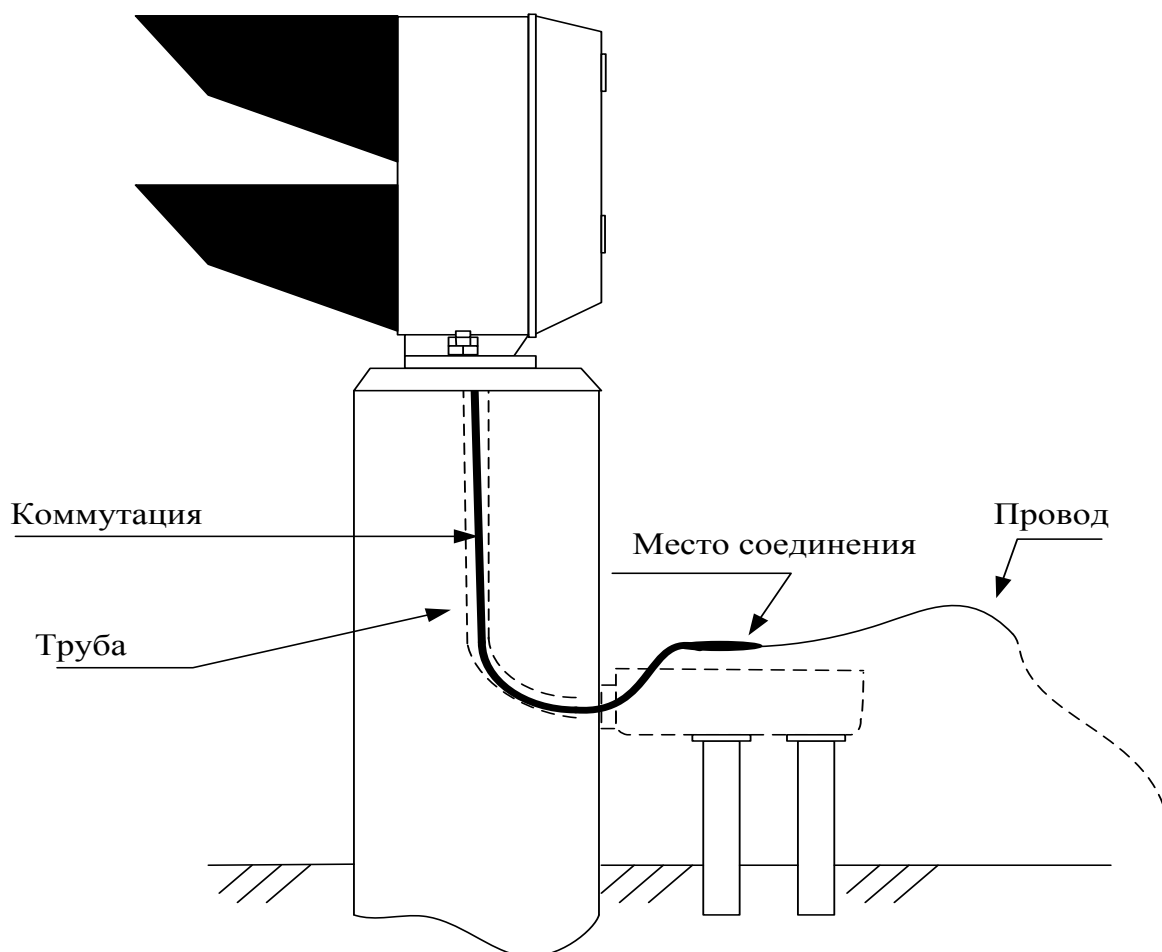

Рисунок 1. Схема подготовки монтажного жгута светофора к изъятию из канала фундамента
7.3.3 К отключенным проводам монтажного жгута одним концом прикрепить кусок монтажного провода, место соединения обмотать изоляционной лентой (рис. 1).